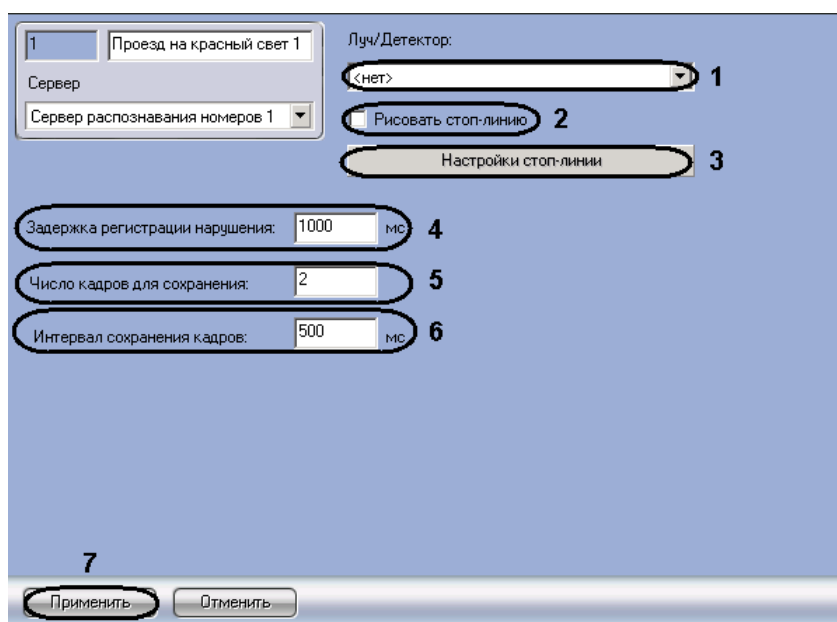

Рис. 7.2—30 Настройка программного модуля «Проезд на красный свет»
2. Из раскрывающегося списка «Луч/Детектор» выбрать объект («Луч» или «Детектор светофора»), по сигналу которого определяется свет светофора (см. Рис. 7.2—30, 1).